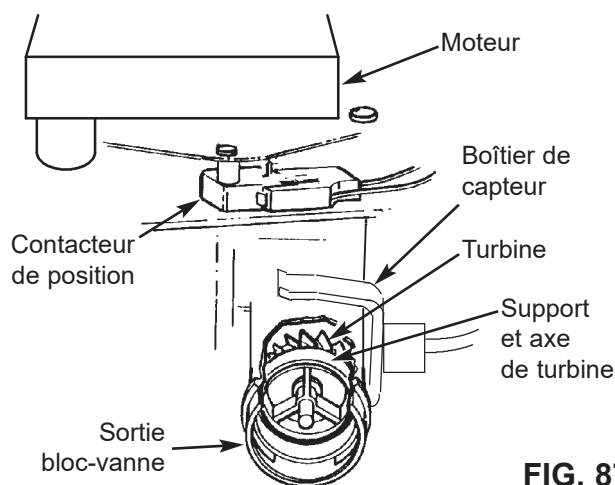

FIG. 87
6. Si l'affichage reste fixe malgré l'ouverture du robinet, débranchez le faisceau de câbles à la sortie du bloc-vanne (cf. Figure 87).